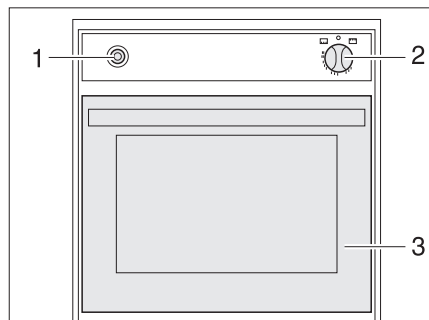

Fig. 343 Four à gaz (Spinflo)
- Ouvrir entièrement le portillon du four (Fig. 343,3).
- Enfoncer légèrement le bouton tournant (Fig. 343,2) et le placer sur "four" ou "GRILL" (grill).
- Enfoncer le bouton tournant (Fig. 343,2) et le maintenir enfoncé pendant 5 à 10 secondes. Le gaz s'écoule vers le brûleur.
- Appuyer plusieurs fois sur l'interrupteur d'allumage (Fig. 343,1) jusqu'à ce que la flamme se consume.
- Tourner le bouton tournant (Fig. 343,2) sur "O". La flamme s'éteint.